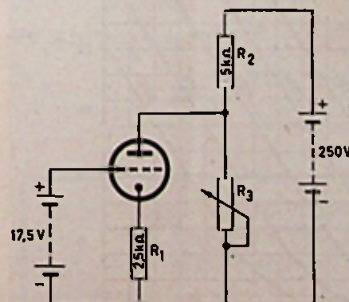
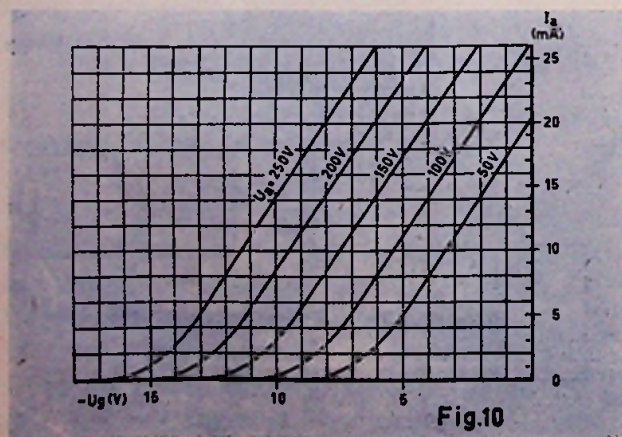

Fig.9
Fig.10
1. Van de in fig. 9 gebruikte triode zijn in fig. 10 een aantal $I_a - U_g$ karakteristieken gegeven.
Als de anodestroom 10 mA bedraagt, is de spanning op de katodeweerstand 25 V. De roosterspanning is dan $-25 \div 17,5 = -1,43 \text{ V}$. Uit fig. 10 volgt dat hierbij de anodespanning 150 V is. In R_2 vloeit dan een stroom van $(250 - 150)/5 = 20 \text{ mA}$, zodat de stroom in R_3 wordt $20 - 10 = 10 \text{ mA}$.